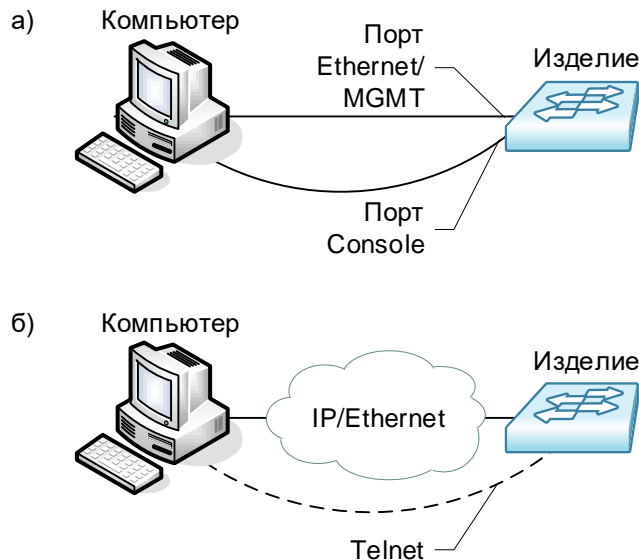

Рис. 16 — Примеры подключения изделия для сохранения и загрузки конфигурации или обновления программного обеспечения
2. Подключите компьютер к порту Ethernet или MGMT коммутатора как показано на Рис. 16:
2. Подключите компьютер к порту Ethernet или MGMT коммутатора как показано на Рис. 16;